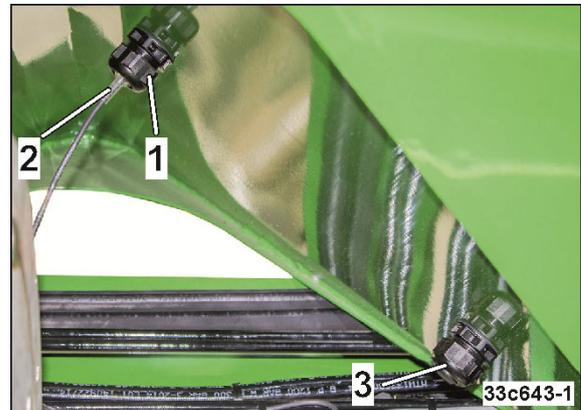

Fig. 141
2. Desserrer l'écrou (Fig. 141/1).
3. Retirer le capteur de niveau de remplissage (Fig. 141/2) et l'insérer dans le logement prévu.
5. Serrer l'écrou (Fig. 141/1).
Afin de fermer l'ouverture libérée, insérer le couvercle factice (Fig. 141/3) dans le logement et le bloquer.